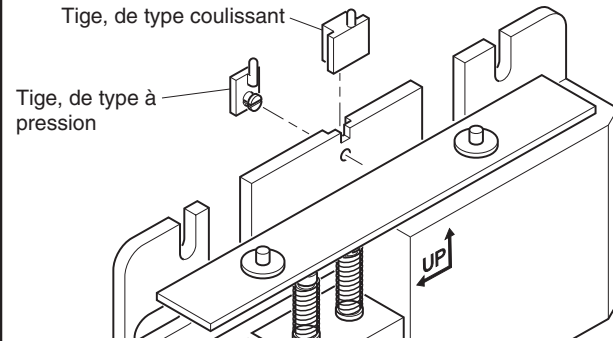

Figure 3 - Tige pour couvercle suspendu
- **Pour couvercle avec tige et orifice :** Installez la tige sur le socle avant de fixer ce dernier au mur. Alignez l'orifice du couvercle avec la tige, puis suspendez-le (voir la Figure 3).